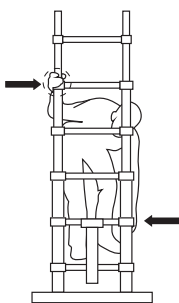

Fig. 5
3. Pune degetele mari pe mecanismul de deblocare de la a doua treaptă de jos (fig. 5). În funcție de modelul pe care îl utilizezi, apasă fiecare mecanism de deblocare spre interior sau în sus pentru a debloca scara (schema 3).